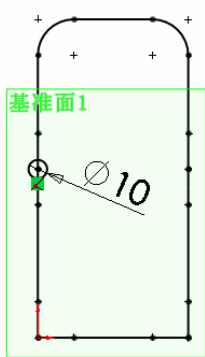

图 7-11 绘制的草图
⑦ 设置基准面。在左侧的“FeatureMannger 设计树”中，用鼠标选择上一步添加的基准面，然后单击“标准视图”工具栏中的“正视于”图标，将上一步添加的基准面设置为绘制图形的基准面。
⑧ 绘制草图。单击“草图”工具栏中的“圆”图标，绘制一个圆，原点自动捕获在直线上。单击“尺寸/几何关系”工具栏中的“智能尺寸”图标，标注圆的直径，结果如图 7-11 所示。